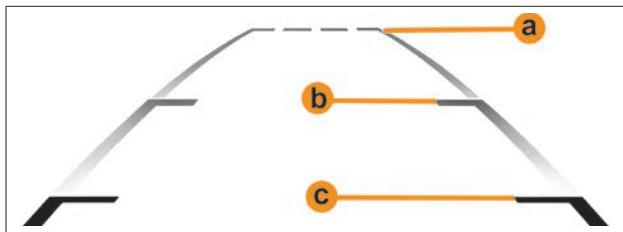

Рис. 2. Парковочный коридор камеры заднего вида
**В вариантом исполнении** автомобиль оснащается камерой заднего вида (КЗВ) со статическими линиями\* на экране. КЗВ активируется при включении передачи заднего хода и формирует видеосигнал цветного изображения с парковочными линиями (рис. 2, линии с буквенным обозначением **a**, **b**, **c**) для отображения обстановки сзади автомобиля. Сигнал с КЗВ отображается на дисплее мультимедийной системы (мультимедийная система должна быть включена).
КЗВ установлена в накладке крышки багажника (рис. 1). Начальная ширина парковочного коридора (рис. 2) соответствует габаритным размерам автомобиля плюс 200 мм на каждую сторону.